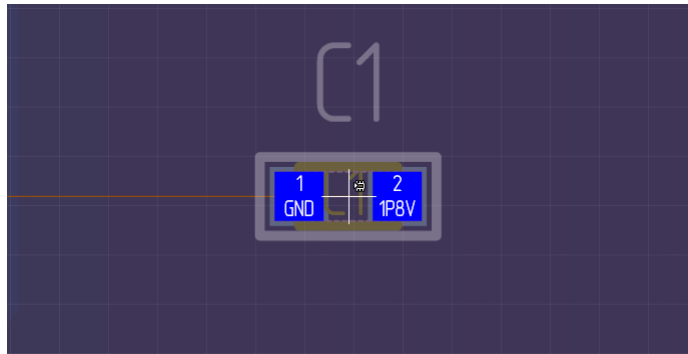

Рис. 125 Выбор места для размещения компонента
3. Переместите курсор в рабочую область, при этом на плате будет отображен вид посадочного места, см. Рис. 125.